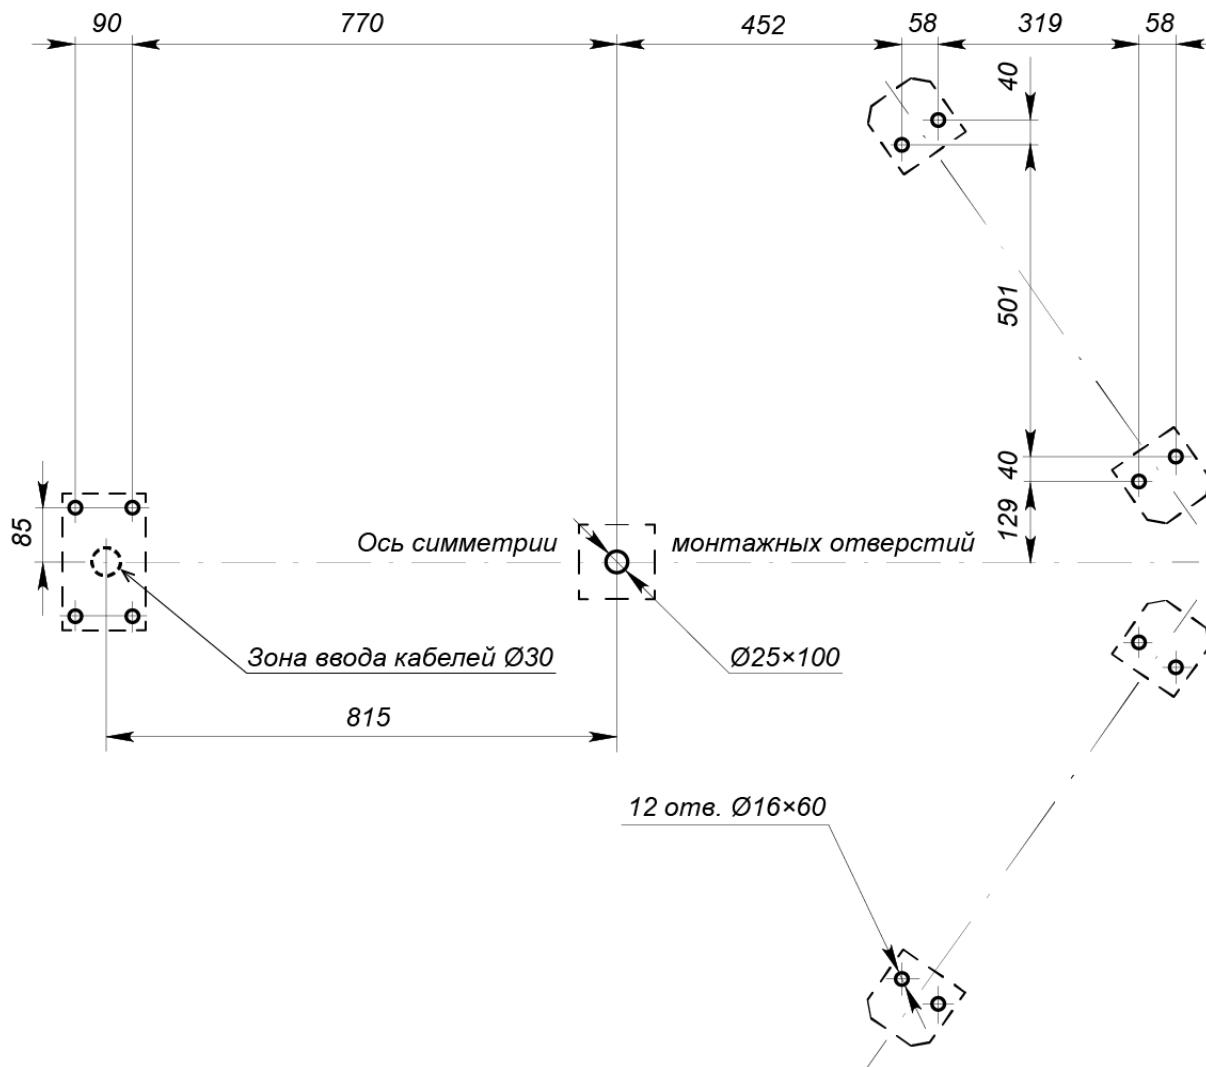
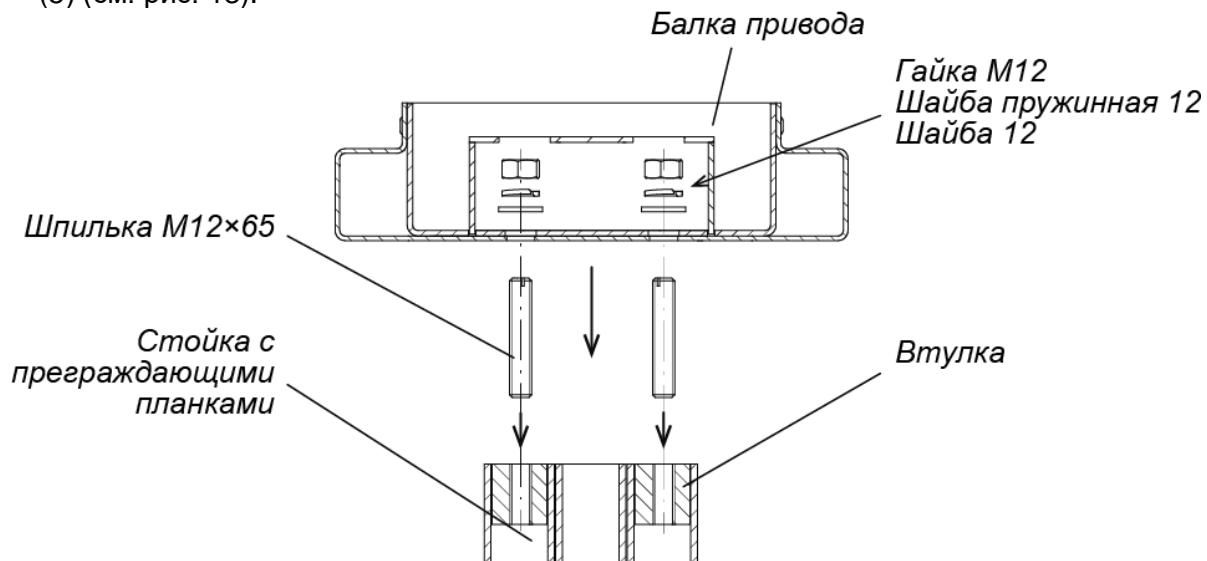
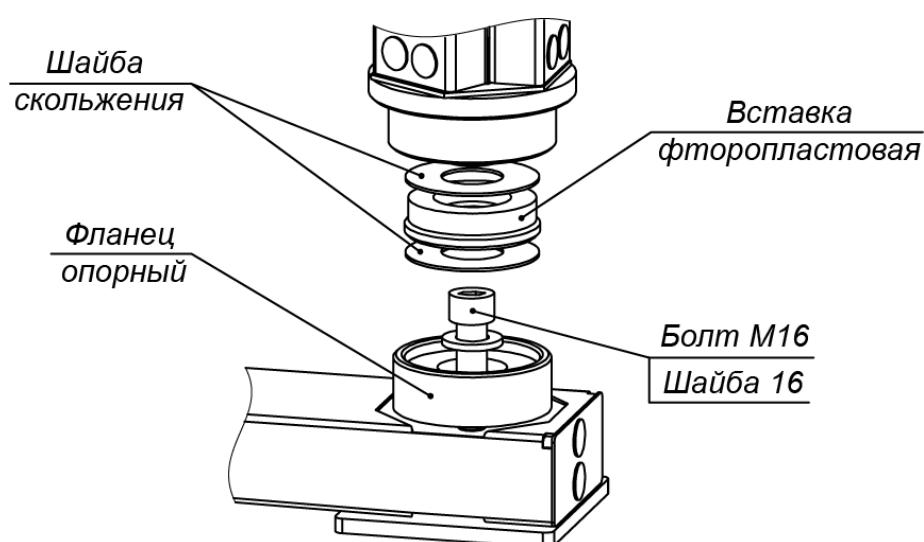

Рисунок 12. Схема разметки для установки турникета¹
Рисунок 13. Крепление балки привода к стойке с преграждающими планками
Рисунок 16. Нижний узел вращения ротора.
3. Выполните на установочной поверхности разметку отверстий для монтажа турникета. Используйте шаблон из комплекта поставки, но затем обязательно проверьте истинность расстояний в соответствии с рис. 12.
5. Произведите разделку отверстий и, при необходимости, кабельных каналов. Проложите в кабельных каналах необходимые кабели питания (13, 16), устройства *Fire Alarm* (14), ПДУ (15) и дополнительного оборудования, концы кабелей выведите к зоне ввода кабелей в турникет (см. рис. 12).
- Установите секции (6) формирователя прохода на установочную поверхность, ориентируя отверстия в опорных фланцах по расположению анкеров. При этом левая и правая секции должны быть правильно выставлены и сориентированы: блоки индикации (11) формирователей должны быть развернуты от оси симметрии (см. рис. 12).
9. Распакуйте и установите стойку с преграждающими планками (5) (ящик №3, работайте вдвоем!):
- Вверните две шпильки M12×65 в верхнюю часть стойки с преграждающими планками (5) (см. рис. 13).
- Положите стойку с преграждающими планками на установочную поверхность таким образом, чтобы фланец находился рядом с зоной ввода кабелей (рис. 12). Затем, используя монтажную проволоку, протяните кабели питания турникета (13), питания подсветки прохода (16) и кабели управления через нижнее отверстие в стойке с преграждающими планками со стороны фланца вверх по стойке до выхода из ее верхнего отверстия. Отрегулируйте длину концов кабелей на выходе из верхнего отверстия, которая должна составлять не менее 1 м.
- Установите стойку с преграждающими планками на отверстия с анкерами в установочной поверхности вдоль оси симметрии, при этом фланец должен встать на зону ввода кабелей, а место нижнего узла вращения (3) – на отверстие с анкером M16 (см. рис. 12). Вставьте на место опорный фланец нижнего узла вращения (см. рис. 16).
10. Из ящика №4 распакуйте и установите лист (7) сверху на формирователь прохода (работайте вдвоем!):
- Сориентируйте лист (7) так, чтобы две шпильки, установленные в секциях, прошли через него, а две грани листа, вдоль каждой из которых расположен ряд из четырех отверстий, имеющих с нижней стороны листа выборку большего диаметра, находились бы над секциями.
- Аккуратно удерживая лист на весу, протяните кабели от блоков индикации (12) от левой и правой секции формирователя прохода через соответствующие отверстия в листе. Окончательно установите лист на место, будьте внимательны, не повредите кабели! Обратите внимание на то, чтобы установленные на секциях резьбовые втулки вошли в отверстия в листе, обеспечивая плотное прилегание листа к поверхностям секций.
11. Из ящика №1 распакуйте и установите балку привода (8) (работайте вдвоем!):
- Придерживая балку, осторожно приподнимите ее поочередно с каждой из сторон и пропустите концы кабелей в соответствующие отверстия балки привода: кабели индикации (12) из формирователя прохода, а также кабели питания и управления из стойки с преграждающими планками.
- Закрепите балку привода четырьмя гайками M12 с шайбами (см. рис. 13 и 15), навернув их на шпильки с помощью торцового ключа S19. Затяжка гаек предварительная, для возможности регулировки положения;
- Стяните лист (7) с балкой привода (8) снизу двумя винтами M6×30, вкрутив их в резьбовые отверстия со стороны стойки с преграждающими планками.
12. Соберите ротор (1) (работайте вдвоем!):
- Соберите нижний узел вращения (3) ротора в стойке с преграждающими планками (5) (см. рис. 16). Две шайбы скольжения и находящаяся между ними фторопластовая вставка должны лежать в узле без перекосов, опираясь на всю опорную поверхность, симметрично относительно оси ротора (верхняя шайба скольжения приклеена к валу ротора). При этом гладкие поверхности шайб скольжения должны быть ориентированы на вставку. Допускается применение на поверхностях скольжения молибденовой смазки.